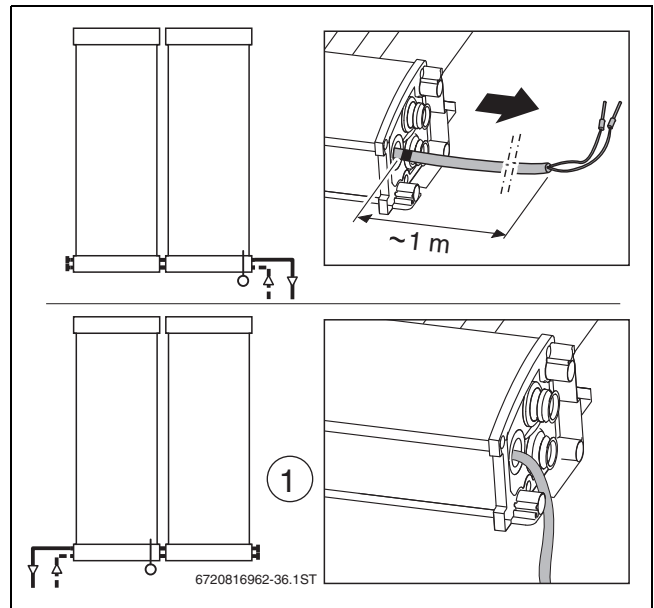

Bild 57 Kollektortemperaturfühler vorsichtig herausziehen
- i** Befindet sich der Vorlaufanschluss auf der linken Kollektorfeldseite, muss der Kollektortemperaturfühler vorbe-reitet werden **bevor** der zweite Kollektor montiert wird (→ Bild 57, Seite 22).